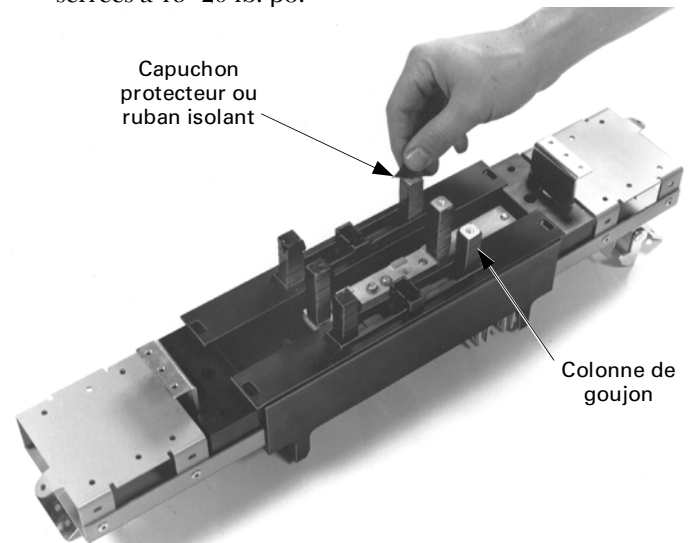
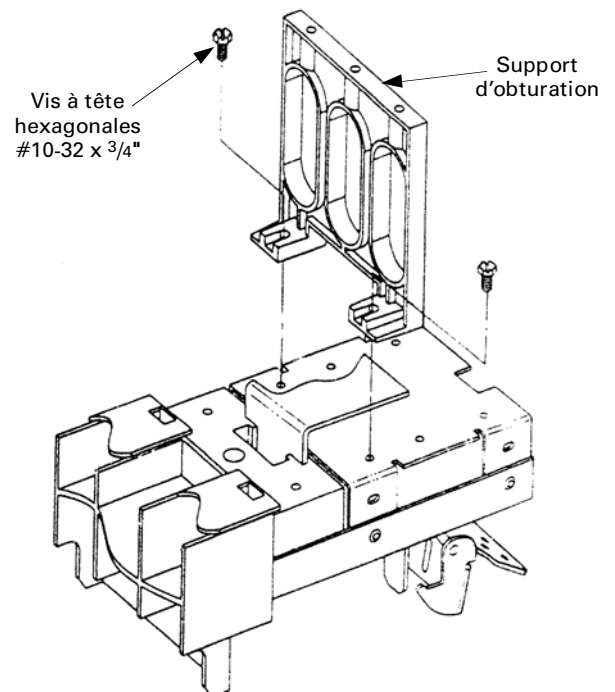

Figure 2. Retrait du capuchon ou ruban des colonnes de goujons du module de disjoncteur.
Figure 3. Fixation des soutiens de plaques d'obturation au module de disjoncteur.
2. **Préparer le module.** Ne retirer les capuchons protecteurs ou le ruban isolant qu'uniquement du haut des colonnes de goujons auxquels le disjoncteur doit être fixé, comme montré à la Figure 2. Fixer les soutiens des plaques d'obturation, comme montré à la Figure 3, avec des vis à tête hexagonales #10-32 x 3/4" serrées à 15–20 lb.-po.